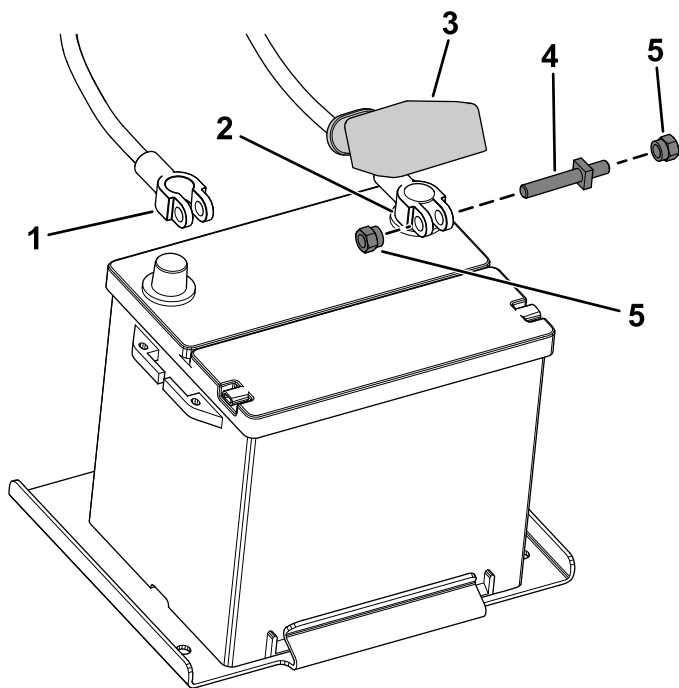

Figura 4
1. Conecte el cable positivo (rojo) al borne positivo (+) de la batería y sujete el cable con el perno y las tuercas (Figura 4).
2. Coloque la cubierta de goma sobre el borne positivo (Figura 4).
3. Conecte el cable negativo (negro) al borne negativo (-) de la batería y sujete el cable con el perno y las tuercas (Figura 4).